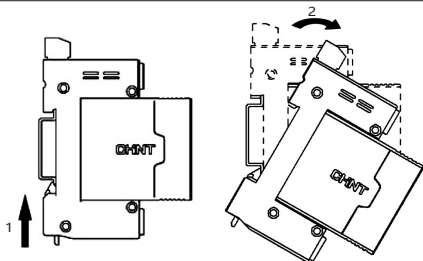

图5 拆卸示意
5.1 安装使用前先检查浪涌保护器标志与所使用的工作条件是否相符；浪涌保护器状态指示，如下图5。
### 5.3 拆卸如下图5。